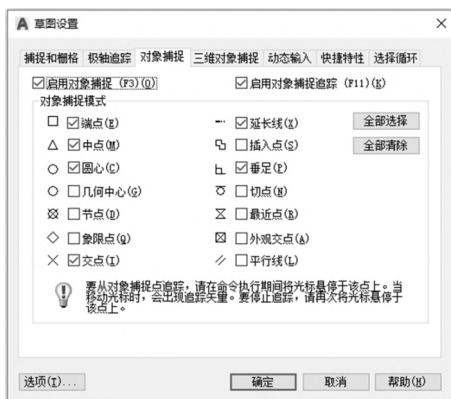

图 1-3 “草图设置”对话框
1)捕捉：当打开此模式时，光标只能沿 X 或 Y 轴移动，每次移动的距离可以设置。右键单击 **捕捉**，弹出“快捷”菜单，选择【设置】选项，打开“草图设置”对话框，如图 1-3 所示。在【捕捉和栅格】选项卡的【捕捉间距】分组框中可以设置光标移动捕捉的间距。